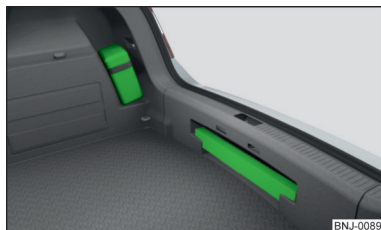
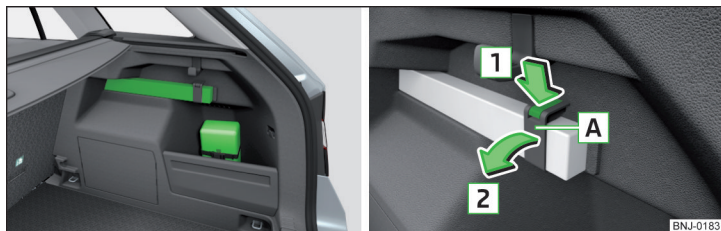

Fig. 266
Fig. 267 Amplasarea trusei de prim-ajutor și a triunghiului reflectorizant - varianta 2/desfacerea triunghiului reflectorizant
Trusa de prim-ajutor poate fi fixată cu ajutorul unei benzi elastice în partea dreaptă a portbagajului » fig. 266, respectiv » fig. 267.
Triunghiul reflectorizant poate fi împins în capitonajul de sub marginea de încărcare » fig. 266.
Triunghiul reflectorizant poate fi fixat cu ajutorul unei chingi elastice în partea dreaptă a portbagajului » fig. 267.
- » Pentru **desprindere**, apăsați elementul de fixare de pe bandă în sensul săgeții **1** și deschideți banda **A** în sensul săgeții **2** » fig. 267.